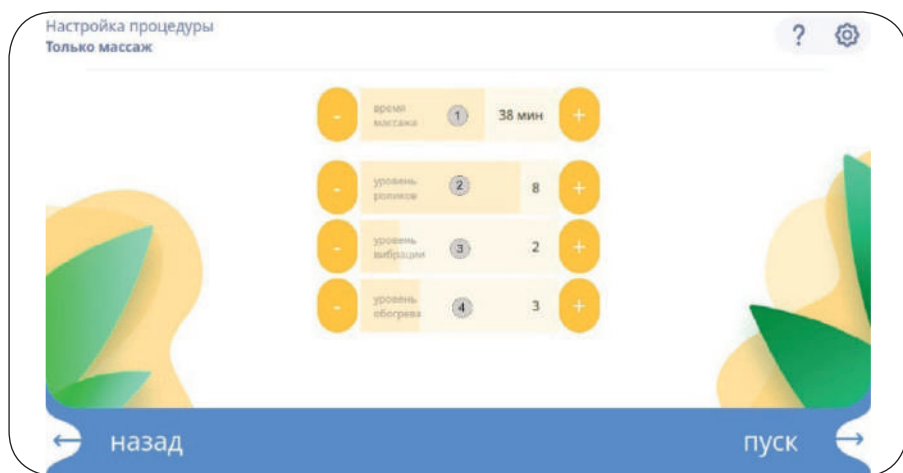

Рисунок 5 – Экран настройки процедуры массажа
6.4.2. Экран настройки процедуры массажа (рис. 5).
Экран настройки процедуры вытяжения состоит из (рис. 5):